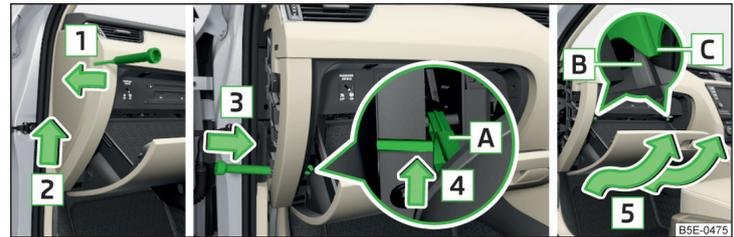

Abb. 220 Ablagefach auf der Beifahrerseite: Rechtslenker
- Einen Schraubendreher unter die Seitenabdeckung einschieben » Abb. 220.
» Abb. 220.